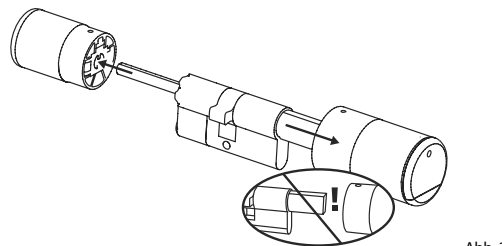

Abb. 3
- 3 Ziehen Sie den Knopf der Außenseite komplett ab und den der Innenseite soweit wie möglich nach hinten (Abb. 3).